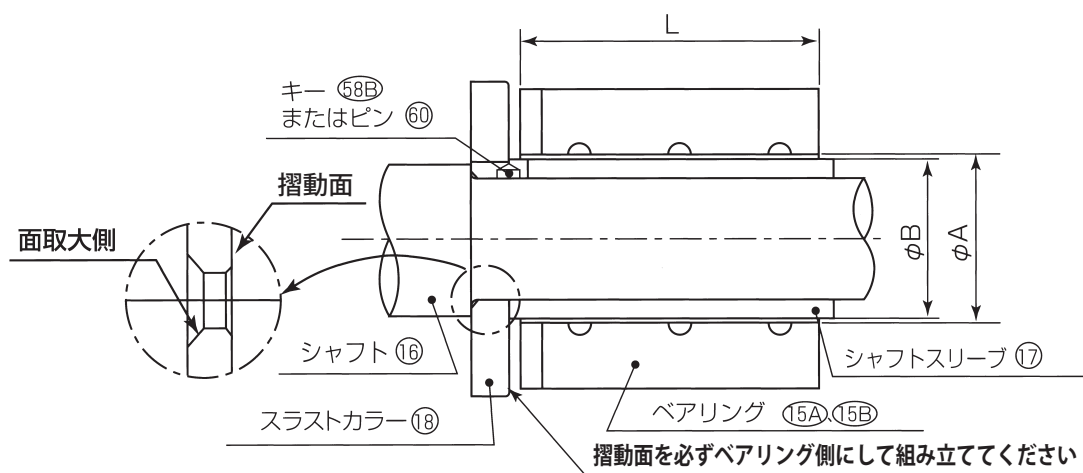

図10
- (1) キー(58B)またはピン(60)を図10に示す位置に装着し、スラストカラーを挿入します。